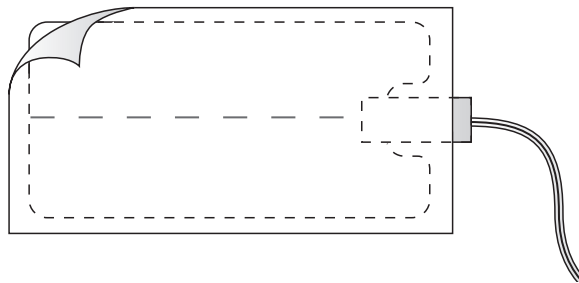

Figura 4-5. Rimozione della protezione dell'elettrodo di riferimento
2. Rimuovere delicatamente la protezione di plastica per esporre l'area di conduzione/adesiva senza piegare la superficie dell'elettrodo di riferimento (Figura 4-5). Eliminare la protezione di plastica.